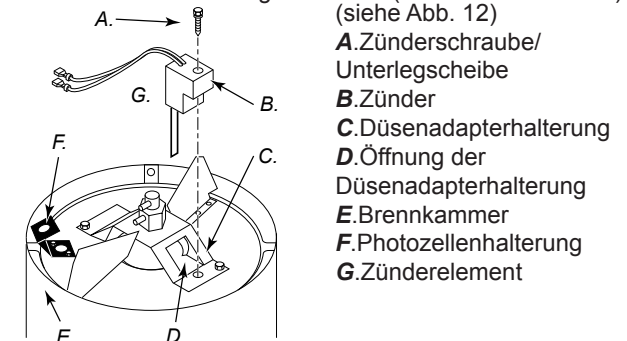

Abbildung 12 – Ersatzzünder.
6. Die Brennkammer ausbauen. Die Brennkammer so aufstellen, das die Düsenadapterhalterung nach oben zeigt (siehe Abb. 12).
9. Den Zünder vorsichtig in die Öffnung in der Düsenadapterhalterung einschieben. Das Zünderelement nicht anschlagen. Den Zünder mit der Schraube und einem 1/4 Zoll Steckschlüssel an der Düsenadapterhalterung befestigen (siehe Abb. 12). Die Schraube auf ein Drehmoment von 0,90 bis 1,69 Nm festziehen. Nicht zu stark festziehen.